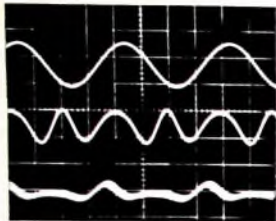

Bild 10. Klirrfaktormessungen an einem Verstärker und am Direktausgang des Sinusoszillators nach Bild 1
Als Beispiel für die zu erwartenden Signalformen sind im Bild 10 die Eingangsspannung (oben) und die Ausgangsspannung (Mitte) des Filters untereinander dargestellt. Man sieht, daß die Grundwin-
Bei einer genauen Berechnung müßten jedoch die Effektivwerte berücksichtigt werden. Im angegebenen Beispiel (mittleres Oszillogramm im Bild 10) erhält man mit Gl. (1) einen Klirrfaktor von etwa 1,8 %, wenn man $V = 0,4$ setzt.
Um so geringe Verzerrungen noch mit einiger Sicherheit messen zu können, muß das Eingangssignal einen sehr kleinen Klirrfaktor haben. Zur Überprüfung dieses Eigenklirrfaktors wurde das Doppel-T-Filter an den Direktausgang des Sinusoszillators geschaltet. Der Spannung am Ausgang des Filters (untere Kurve im Bild 10, Empfindlichkeit des Oszillografen 5 mV/cm) ist Netzbrummen (zum Teil durch nichtabgeschirmte Verbindungen zum Oszillografen bedingt) überlagert. Da es aber etwa 80 dB unter dem Nutzsignal liegt, stört es noch nicht. Die Amplitude der Oberwellen ist etwa 3,5 mV_{eff}, am Eingang des Filters liegen 5,6 V_{eff}. Bei überwiegender zweiter Oberwelle im Restgemisch beträgt somit der Eigenklirrfaktor weniger als 0,2 %.